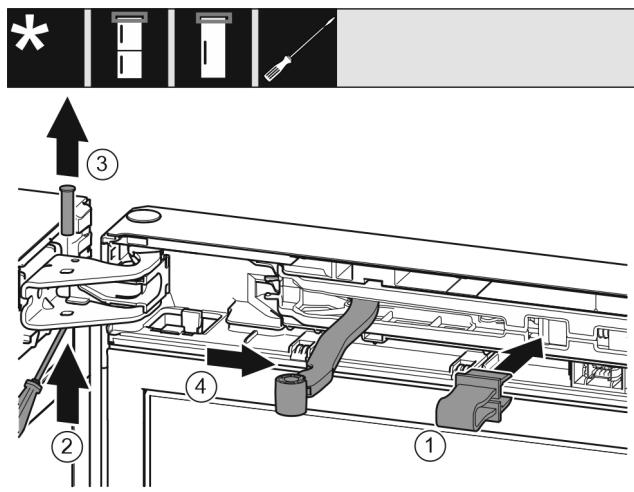

Fig. 6
- ▶ Pojistku nechte zapadnout do otvoru. Fig. 6 (1)
- ▶ Šroubovákem vysuňte čep. Fig. 6 (2)
- ▶ Čep vytáhněte směrem nahoru. Fig. 6 (3)
- ▶ Otočte kloub směrem ke dveřím. Fig. 6 (4)